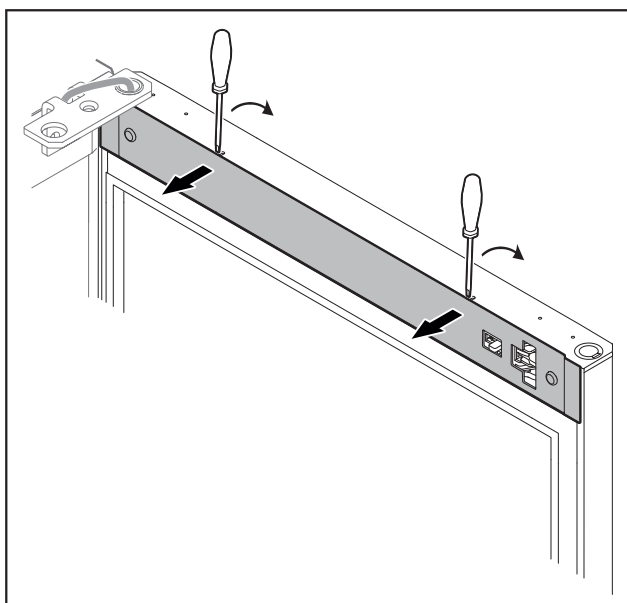

Fig. 7
- ▶ Dugja át a dugót Fig. 7 (1) a NYÁK-ba.